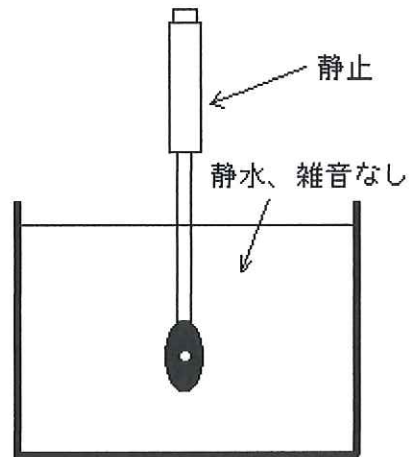
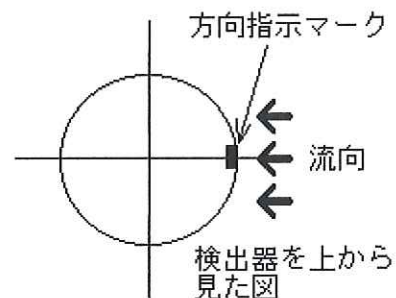

図 1
図 2
9.1 本体部 LP3100（付図1参照）
①POWER	POWERスイッチを押すことにより、ON/OFFが出来ます。
②LCD	20文字4行の液晶表示器です。操作及び測定はここに表示されます。
③キースイッチ	電源以外の操作は全てこの16キースイッチにて行います。
④INPUT	検出器を接続するコネクタです。検出器接続ケーブルを接続して下さい。
⑤DC IN	ACアダプターを接続するコネクタです。
⑥RS232	付属のパソコン接続ケーブルを接続するコネクタです。データをパソコンに転送します。
9.2 検出器 LPT-200-09PS (付図2参照)
検出器をバケツなどの静水中に固定し、ゼロ調整を行って下さい。この際、先端部が壁面につかないように、水中の中心部に固定して下さい。(図 1 参照) 先端部が壁面についていますと、正確なゼロが取れません。
検出器の方向指示マークと流れの方向は図 2 の様になっています。